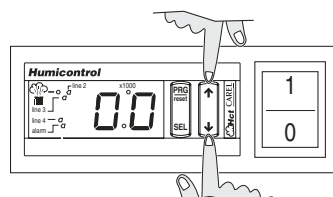

Fig. 1.1.1.5
- premere **PRG** e rilasciare (vedi Fig. 1.1.1.1)